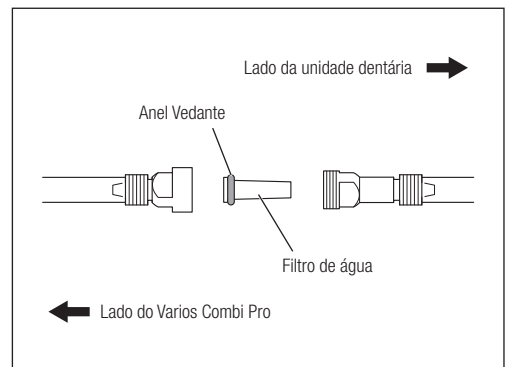

Fig. 57
- 5) Coloque o novo filtro de água com o anel vedante no lado do Varios Combi Pro e volte a montar seguindo os passos de desmontagem de forma inversa (Fig. 57).